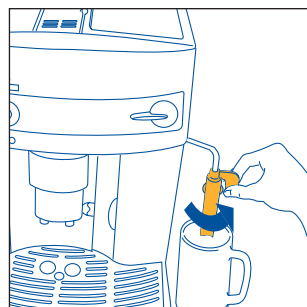
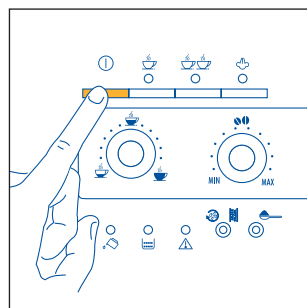

Fig. 3
Fig. 4
2. Tournez la buse à cappuccino vers l'extérieur, posez une tasse dessous (fig. 3) et mettez la machine en marche en appuyant sur la touche ① (fig.4).
- Tournez la buse à cappuccino vers l'extérieur de la machine (fig. 3).
- Posez une tasse sous la buse à cappuccino (fig. 3)
- Poussez vers l'extérieur la buse à cappuccino (fig. 3)